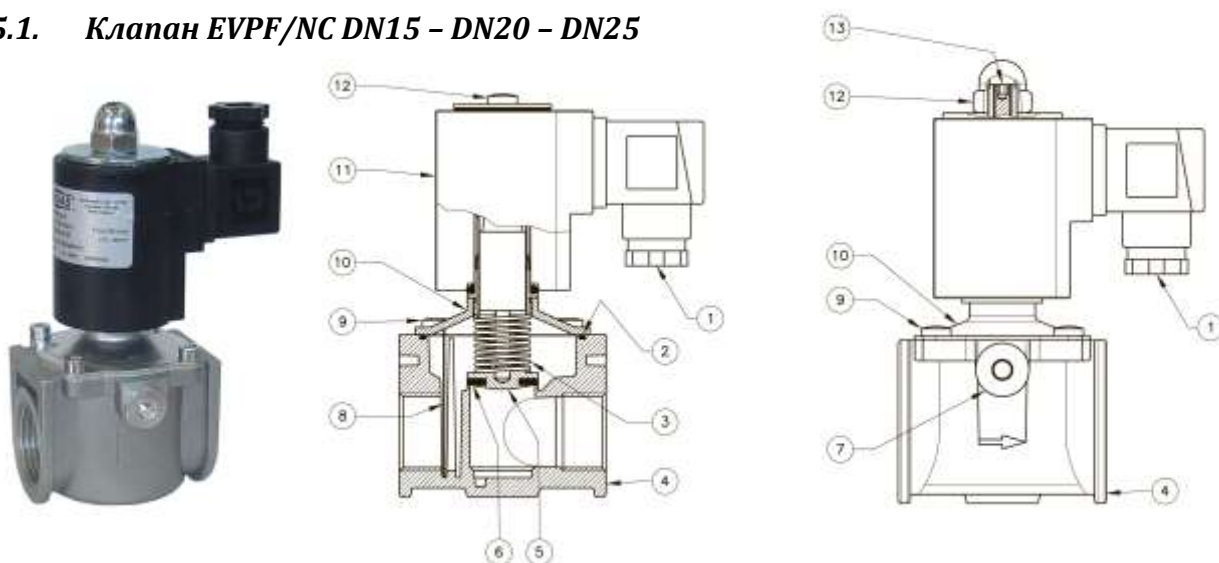

Рис. 1
Клапан (рис. 1) состоит из: электрический коннектор (1); верхнее уплотнительное кольцо (2); пружина запирающего механизма (3); корпус (4); затвор (5); манжета затвора (6); заглушка (7); фильтрующая сетка (8) (опция); винт (9); крышка (10); электромагнитная катушка (11); винт крепления электромагнитной катушки (12); винт регулировки расхода (13).